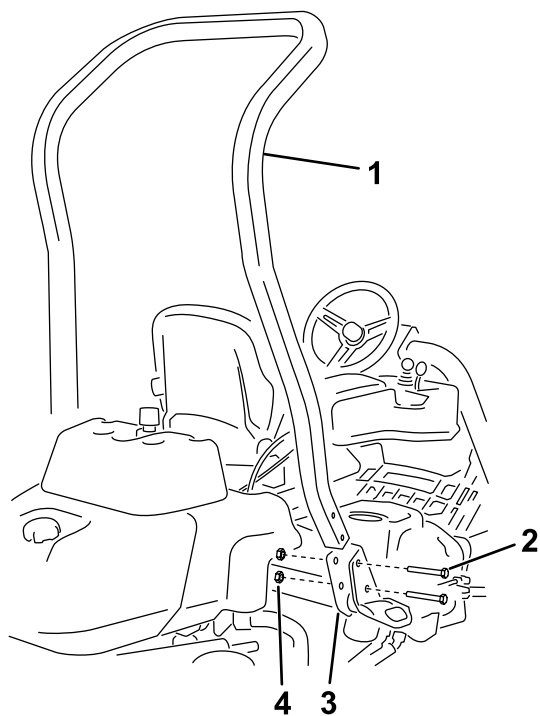

Figura 3
3. Utilizzate 4 bulloni ( $\frac{1}{2}$ " x  $3\frac{3}{4}$ " e 4 dadi flangiati ( $\frac{1}{2}$ " per montare il roll bar nelle staffe del ROPS su ciascun lato della macchina, come illustrato nella Figura 3.